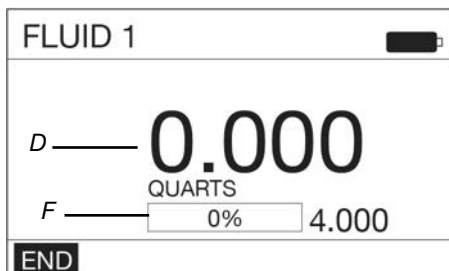

Fig. 70
2. Si el medidor reconoce el cupón de calibración, aparecerá la pantalla Fig. 70.
Durante la dosificación, se resalta la palabra END (Fin) (FIG. 70) en la esquina inferior izquierda de la pantalla de dosificación. Para interrumpir el llenado durante la dosificación: